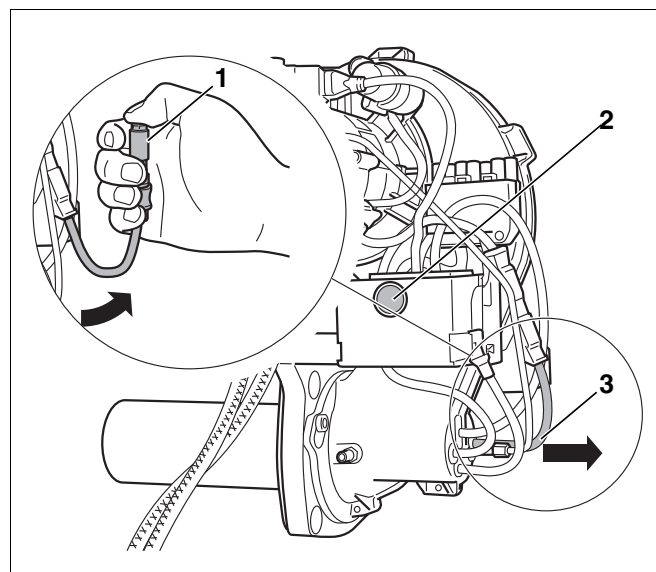

Рис. 20 Проверка работы датчика пламени
- При работающей горелке вынуть датчик пламени из гнезда, взяв его за предусмотренную для этого ручку (Рис. 20, поз. 3).
- Перекрыть датчик пламени (Рис. 20, поз. 1). После повторного запуска должно произойти отключение из-за неисправности.
- По истечении времени ожидания, составляющего примерно 30 секунд, нужно разблокировать автомат горения дизельного топлива, нажав кнопку подавления помех (Рис. 20, поз. 2).